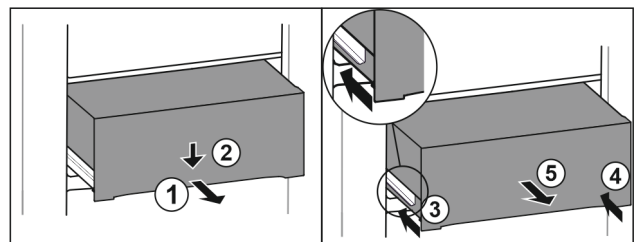

Fig. 86
- ▶ Tirer le tiroir jusqu'à mi-chemin. *Fig. 86 (1)*
- ▶ Appuyer sur l'avant du tiroir vers le bas. *Fig. 86 (2)*
- ▶ Insérer le rail gauche d'env. 2 cm. *Fig. 86 (3)*
- ▶ Insérer le rail droit d'env. 2 cm. *Fig. 86 (4)*
- ▶ Retirer le tiroir par l'avant. *Fig. 86 (5)*